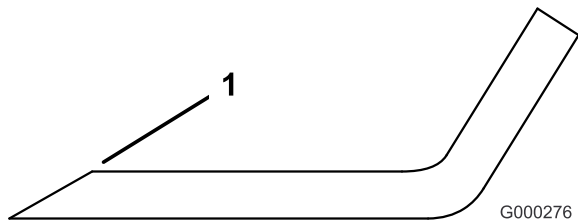

Figura 50
1. Utilice una lima para afilar el filo de corte en ambos extremos de la cuchilla (Figura 50). Mantenga el ángulo original. La cuchilla permanece equilibrada si se retira la misma cantidad de material de ambos bordes de corte.